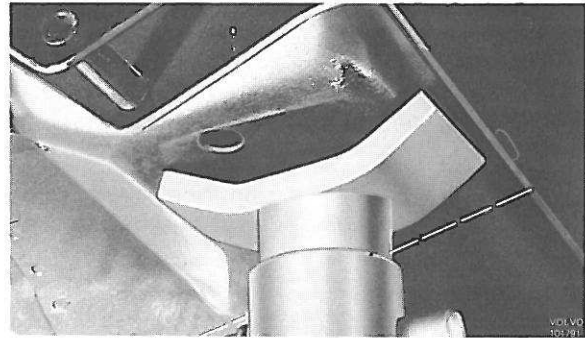

Figure 33. Emplacement des chandelles, 140, 164
1. Bien caler les roues avant. Enlever les écrous des roues arrière. Poser le gabarit de fixation SVO 2714 sur un cric de garage et soulever le train arrière de la voiture, voir figure 61. Poser des chandelles devant les fixations arrière de cric, voir figure 33 et baisser un peu le cric. Noter que les chandelles ne doivent pas être placées plus loin que la ligne en pointillé sur la figure. Déposer les roues arrière.